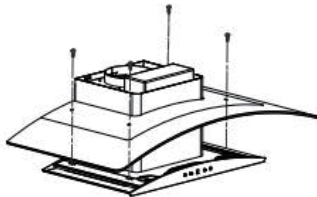

Abb. 3
5. Befestigen Sie das Glas am Hauptgerät mit 4 Stück M4 $\times$ 18 mm Schrauben, Glas-Montagescheiben und T-förmigen Gummipads. Siehe Abb. 3. **Hinweis: Bei dem 60-cm-Modell kann dieser Schritt übersprungen werden, da das Glas bereits vormontiert ist.**